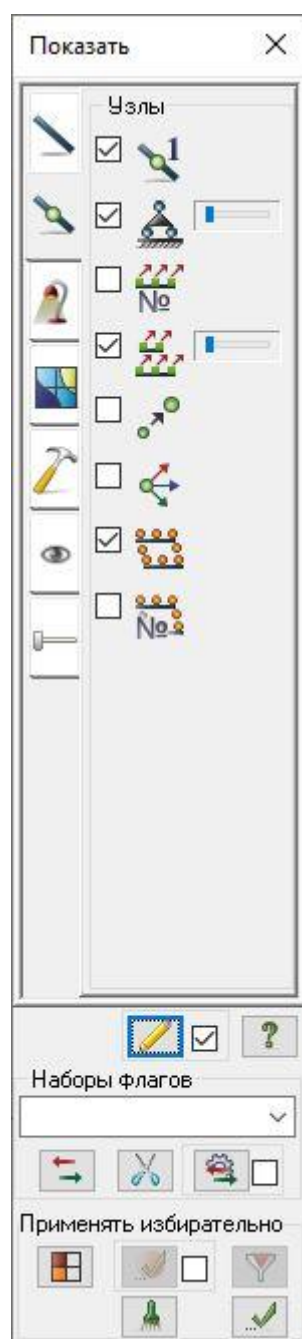

Рис.5.4. Диалоговое окно Показать
- В диалоговом окне **Показать** (рис.5.4) перейдите на вторую закладку **Узлы** и установите флажок **Номера узлов**.